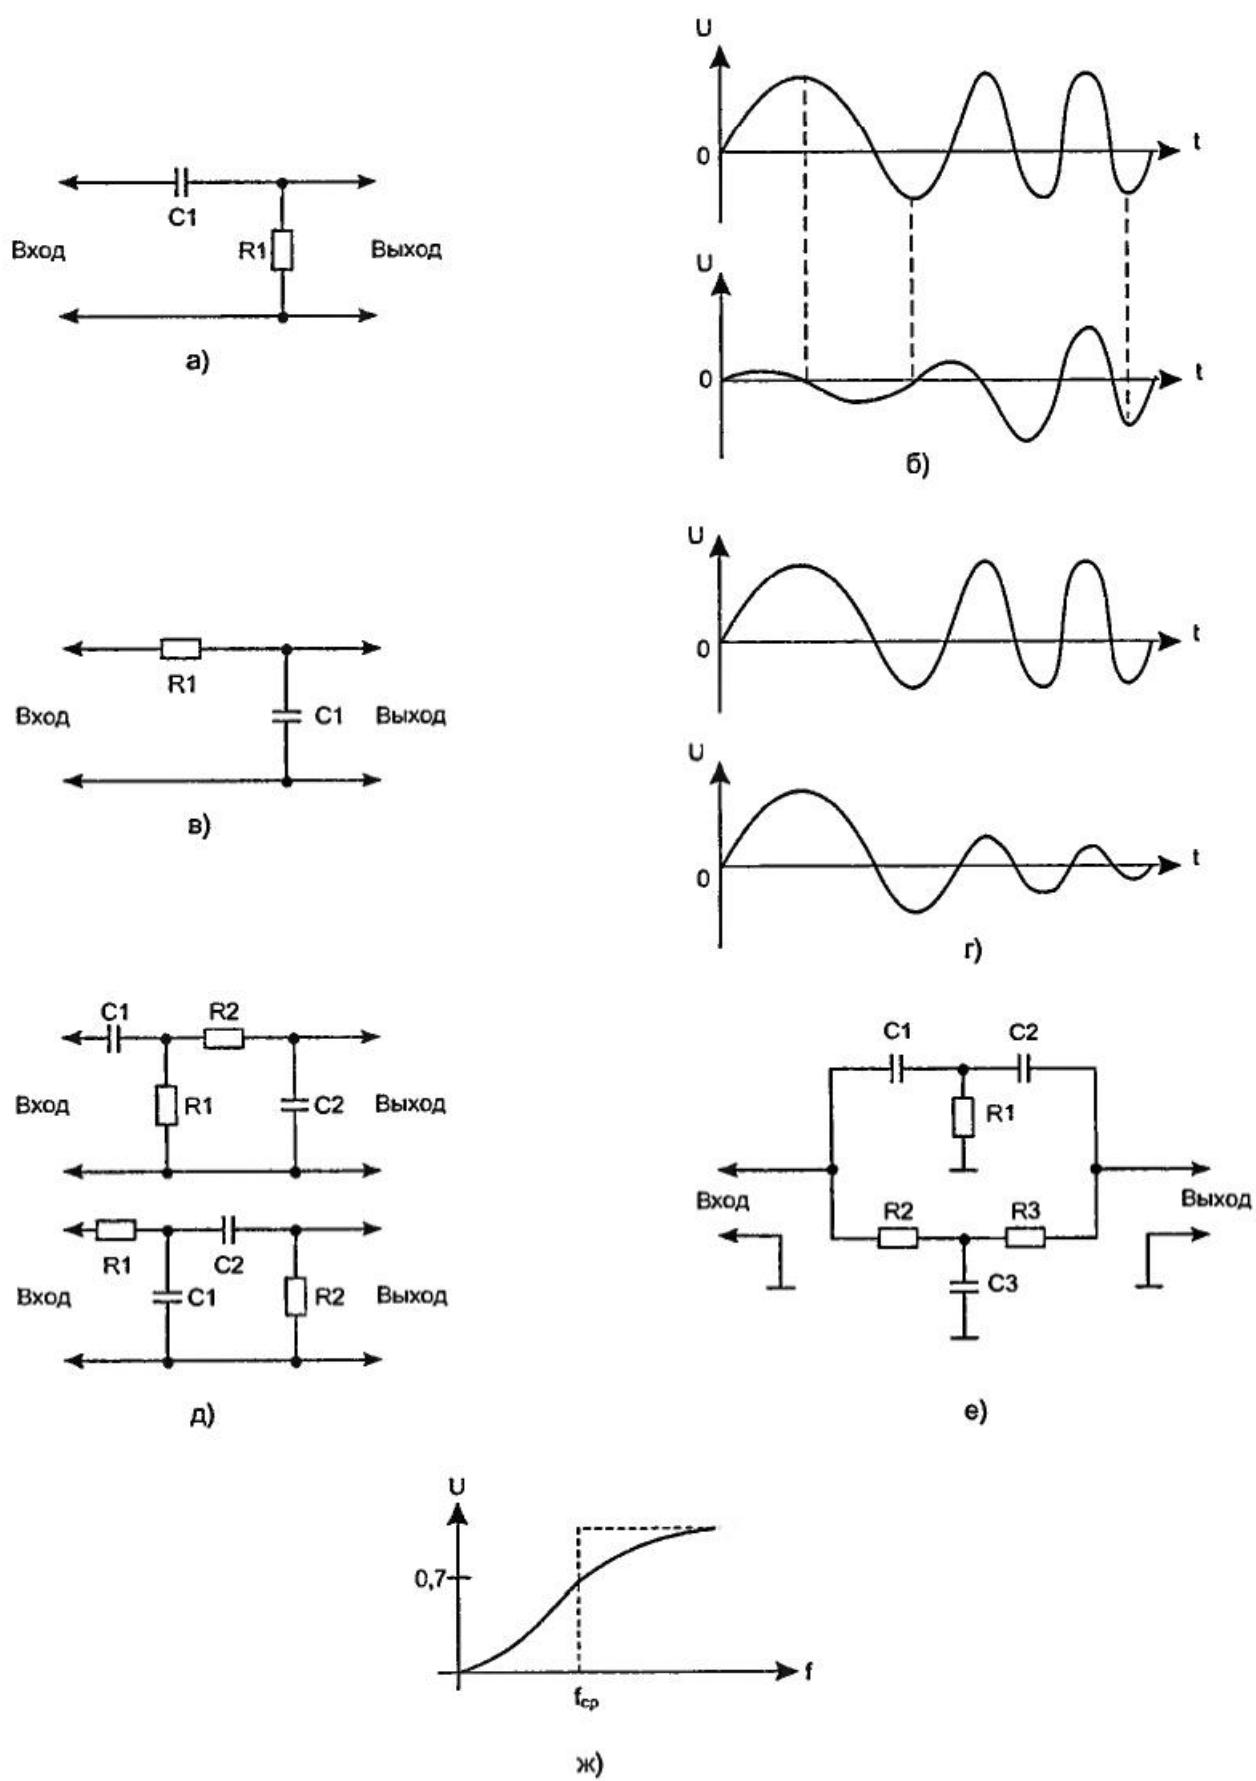

Рис. 1.34. Пассивные фильтры:
Простейший фильтр верхних частот — это уже известная нам дифференцирующая цепочка (рис. 1.34, а). Как известно, емкостное сопротивление конденсатора с уменьшением частоты сигнала увеличивается вплоть до бесконечности, поэтому если на вход фильтра подавать сигнал с выхода генератора неизменной амплитуды и изменяющейся частоты, то при уменьшении частоты генератора амплитуда выходного переменного напряжения будет уменьшаться (рис. 1.34, б). Кстати, обратите внимание, что выходной сигнал ФВЧ сдвинут по фазе на -90° , т. е. сигнал на выходе опережает входной сигнал. Получается это из-за того, что к тому времени, как сигнал на входе достигнет максимального значения, конденсатор C_1 уже успеет разрядиться через резистор R_1 до нуля. Поэтому, когда входное напряжение начнет уменьшаться от максимального значения через нуль в область отрицательных (тоже максимальных) значений, напряжение на резисторе R_1 начнет уменьшаться от нуля, а не от максимального положительного значения. К тому времени, когда входной сигнал достигнет максимального (по модулю!) отрицательного значения, напряжение на резисторе снова окажется равным нулю.
Если в схеме на рис. 1.34, а поменять местами резистор и конденсатор, то у нас получится фильтр нижних частот (рис. 1.34, в). Графики работы этого фильтра показаны на рис. 1.34, г. Как видно, амплитуда выходного напряжения ФНЧ возрастает с уменьшением частоты, при этом выходной сигнал по фазе не сдвинут. На низких частотах емкостное сопротивление конденсатора, по сравнению с сопротивлением резистора, огромно, поэтому напряжение на конденсаторе C_1 (при синусоидальном входном сигнале) изменяется практически одновременно со входным. На высоких частотах конденсатор вообще не успевает сколько либо заметно зарядиться (его емкостное сопротивление гораздо меньше сопротивления резистора), поэтому напряжение на верхней по схеме обкладке конденсатора практически неизменно и равно постоянной составляющей входного сигнала. Если входной сигнал представляет собой смесь низкочастотного и высокочастотного сигналов (как на рис. 1.31, а), то высокочастотная составляющая сигнала будет сглажена и на выход пройдет только низкочастотная составляющая (на рис. 1.31, а этот сигнал отмечен пунктирной линией « $C_2 < C_{\min}$ »). Сигнал на выходе ФВЧ (рис. 1.34, а) при таком же входном сигнале показан на рис. 1.31, б. Формула для расчета частоты среза фильтра нижних частот та же, что и для ФВЧ:
Нетрудно догадаться, что при комбинации ФНЧ и ФВЧ у нас получится полосовой фильтр (рис. 1.34, д). Для полосового фильтра все равно, какой именно фильтр (ФНЧ или ФВЧ) будет стоять на входе, а какой — на выходе, от этого ничего не меняется. Поэтому обе схемы используются одинаково часто. Впрочем, если нагрузка фильтра (то, что подключено к его выходу) имеет значительную емкость, то лучше предпочесть верхнюю схему, а если она имеет небольшое входное сопротивление — то нижнюю. В таком случае емкость (или сопротивление) нагрузки сложатся с емкостью или сопротивлением последнего (параллель-
Полоса пропускания этого полосового фильтра определяется по формуле (1) и находится в пределах от f_{cp} для ФВЧ до f_{cp} для ФНЧ. Номиналы обоих резисторов и конденсаторов желательно выбирать близкими по величине (т. е. 1 кОм и 2 кОм можно, а 1 кОм и 20 кОм — нежелательно) — в таком случае у фильтра будет больший КПД. В противном случае, если, например, у верхнего фильтра на рис. 1.34, *д* емкость C_1 выбрать равной 1 мкФ, емкость C_2 — 0,1 мкФ, сопротивление R_1 равным 1 кОм, а R_2 — 10 кОм, то вначале высокочастотная составляющая ограничится по амплитуде на слишком низкоомном резисторе R_1 , после чего через высокоомный резистор R_2 пойдет на нагрузку, которая, в свою очередь, также несколько ограничит амплитуду сигнала (из-за входного сопротивления). Если же сопротивления резисторов выбрать примерно одинаковыми, то и входной сигнал не очень сильно ограничится на резисторе R_1 и через R_2 пройдет больший ток (или напряжение). То же относится и к нижнему фильтру, но процессы, происходящие в конденсаторах, сложнее «резисторных», поэтому «грузить» читателей сдвигом фаз здесь я не буду.
Режекторный фильтр получится при параллельном соединении ФНЧ и ФВЧ (рис. 1.34, *е*). Такой фильтр в литературе называется «двойной Т-образный мост», его частота среза высчитывается по тем же формулам, что и для рассмотренных ранее Г-образных фильтров. В режекторном фильтре можно использовать только Т-образные цепочки — в противном случае резисторы и конденсаторы попросту окажутся параллельно соединенными и никакой фильтрации не получится.
Все рассмотренные выше фильтры являются фильтрами **первого порядка**, то есть у них коэффициент затухания равен 6 дБ на октаву. «Расшифровывается» эта фраза просто — при изменении частоты сигнала в 2 раза (на 1 октаву) его амплитуда изменяется тоже в 2 раза (6 дБ). Эта очень мало, амплитудно-частотная характеристика подобного ФВЧ показана на рис. 1.34, *ж*, а пунктирной линией на этом рисунке — АЧХ идеального фильтра. Как видно, реальный фильтр весьма далек от идеала.